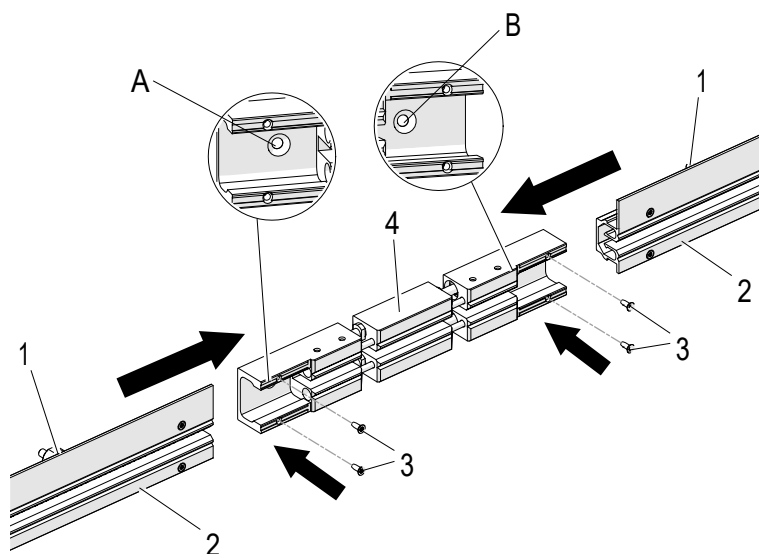

Abb. 71: Dehnelement montieren
- Es muss entschieden werden an welche Stelle im Dehnelement die Fixpunktschraube (A oder B) gesetzt werden soll (siehe Abb. 71) (siehe Anlagenlayout).
- Die Fixpunktschraube (A oder B) (Schraubentyp: M4 DIN 7991, Innensechskant SW 2,5 – Stahl 8.8, Mutter M4 (SW 7)) rechts oder links in das Dehnelement (4) mit einem Anziehdrehmoment von 3,0 Nm montieren (siehe Abb. 71).
- Die Schienenenden (2) mit Einspeisesegment (1) (rechts und links) auf das Dehnelement (4) schieben (siehe Abb. 71).
<p>→ Die 4 selbstfurchenden Schrauben M3 x 8 (Anziehdrehmoment: 2,0 Nm, Schraubentyp: Innensechsrund (TorxPlus) TP10) (3) festanziehen (siehe Abb. 71). Diese Schrauben müssen mit einem Drehmoment-Abschalterschrauber (maschinell) angezogen werden.</p>